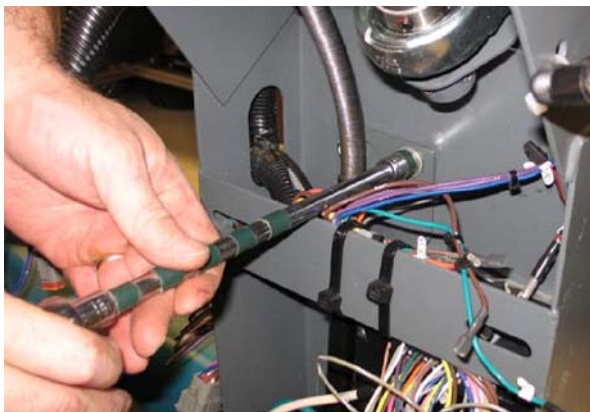

FIG. 49
26. Apriete los tornillos que sujetan el soporte / rodamiento con brida al canal de dirección (24 Nm / 18,5 pies lbf). Haga que el soporte y el rodamiento con brida se alineen en el eje de dirección (1) conforme se aprietan los tornillos. (Fig. 49)